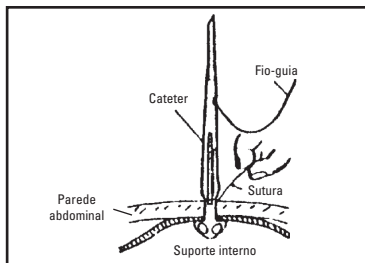

Figura 2
- Segure na extremidade solta da tira de abertura (material com suturas pretas localizado na extremidade distal da faixa vermelha) e puxe ao longo da faixa vermelha (afastando-a do paciente) (Figura 2).